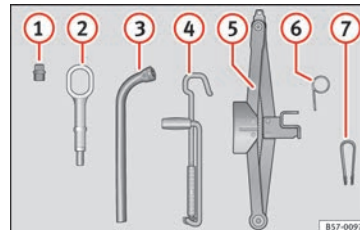

Fig. 70 En el maletero, bajo la cubierta de la superficie de carga: herramientas de a bordo.
- Encaje la pinza de plástico (herramienta de a bordo » **fig. 70 ⑦**) sobre el capuchón hasta que encastre » **fig. 72**.